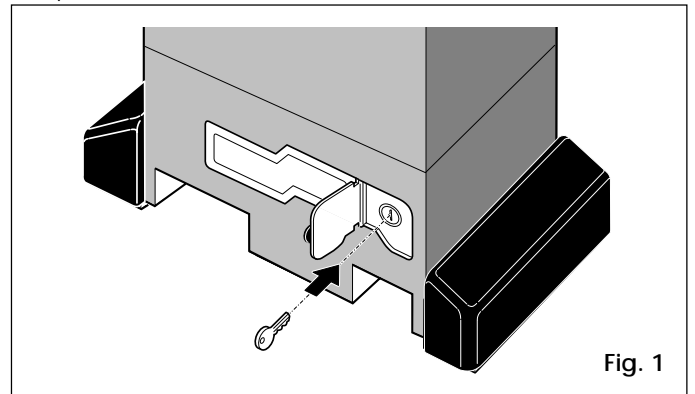

Fig. 1
Para acceder al depósito es necesario quitar el tapón de recarga (Fig. 1 ref.10).
- 1) Abrir la tapa de protección y poner la correspondiente llave de serie en la cerradura (Fig. 1).